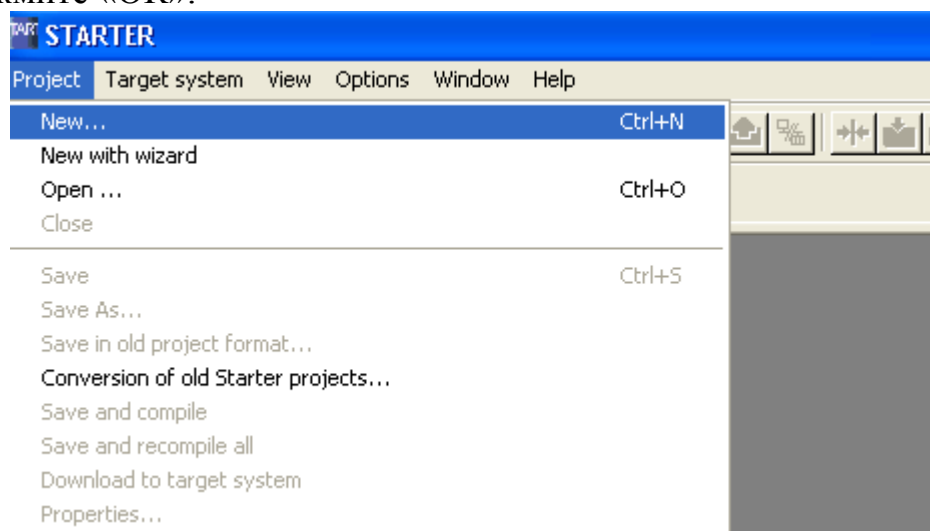

Рисунок 3.1 – Создание нового проекта
2) Создайте новый проект в режиме «OFFLINE» (рисунок 3.1), для этого в меню «Project» выберите пункт «New», введите имя проекта и нажмите «ОК».